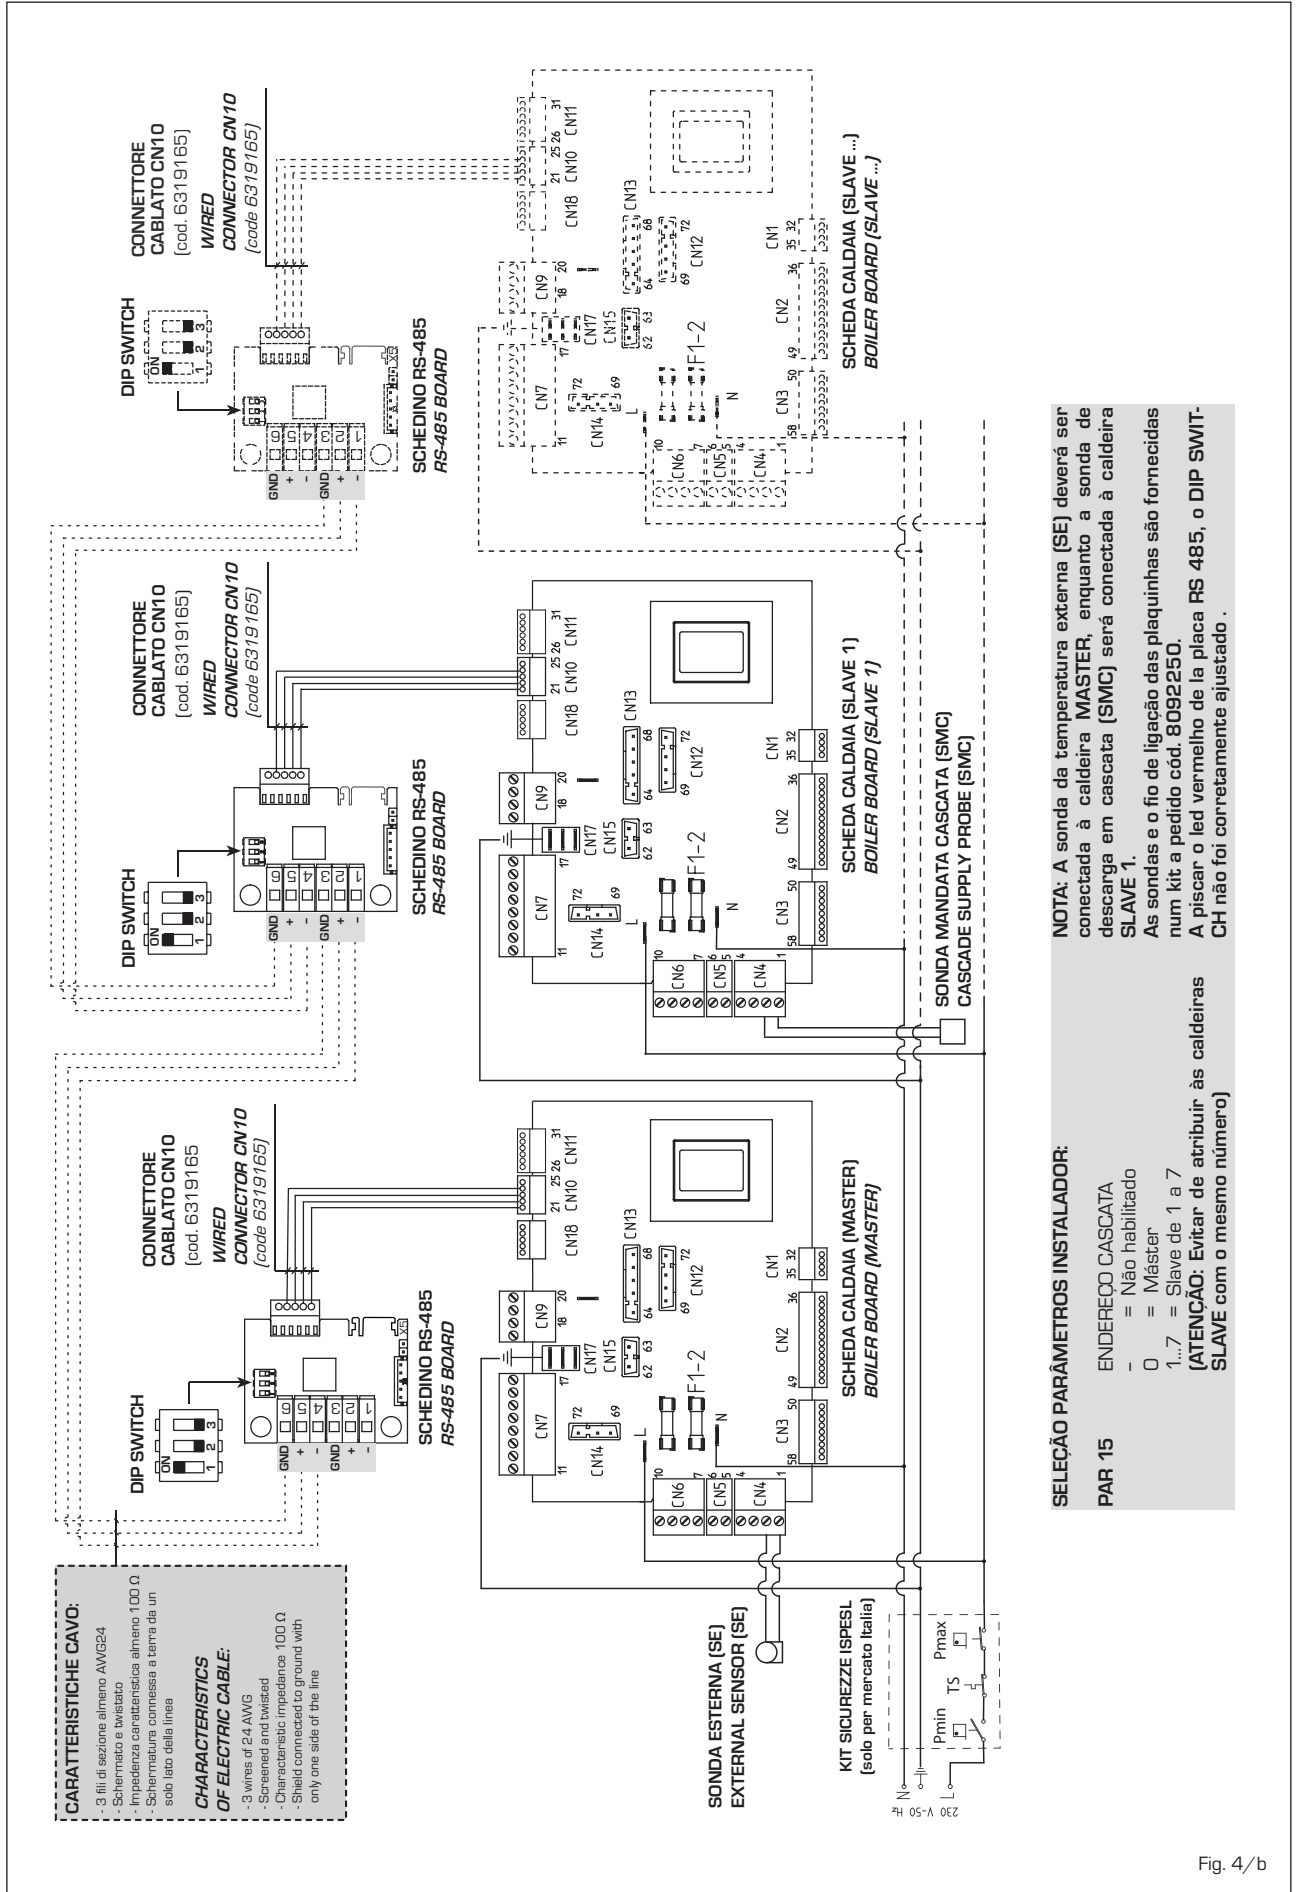

Fig. 4/b
2.1.1 Instalação em sequência/cascata das caldeiras modelo MURELLE HM 25 T - 35 T (fig. 4/a)
Modalidade CASCATA (fig. 4/b)
Conectar eletricamente todas as caldeiras que formam a central térmica modular em cascata e seleccionar em cada uma delas os parâmetros instalador PAR 1, como indicado na fig. 4/b.
Modalidade MODBUS (fig. 4/c)
Modalidade CASCATA+MODBUS (fig. 4/d)